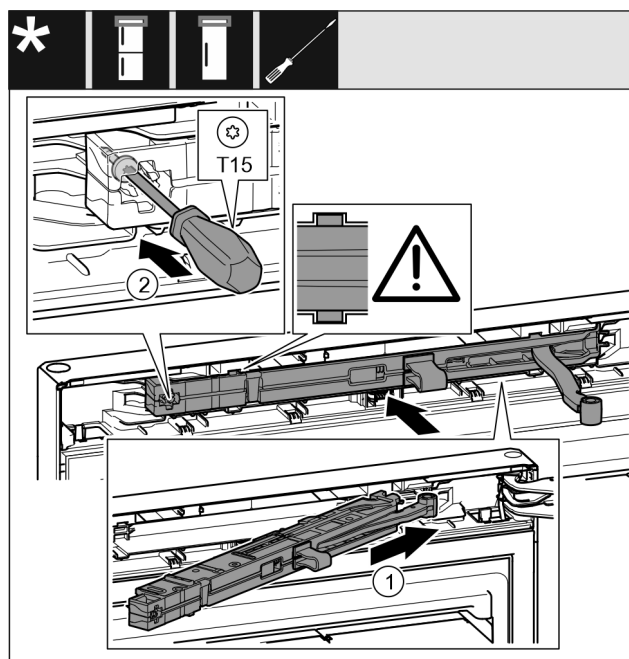

Fig. 69
- ▶ Schließdämpfereinheit Fig. 69 (1) auf der Lagerbockseite bis zum Anschlag schräg in die Aussparung einschieben.
- ▶ Schraube Fig. 69 (2) mit einem Schraubendreher festschrauben.